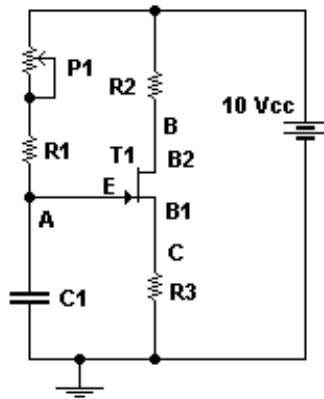

Figura 30
11.1 – Monte o circuito da figura 30